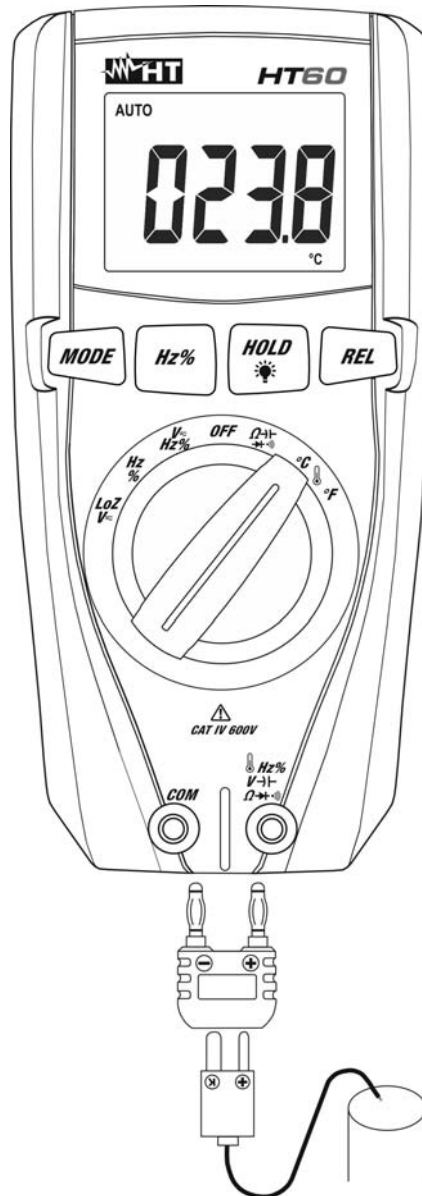

Fig. 9: Uso dello strumento per misura di Temperatura
2. Inserire l'adattatore in dotazione nei terminali di ingresso **Hz%** (polarità +) e **COM** (polarità -) (vedere Fig. 9)